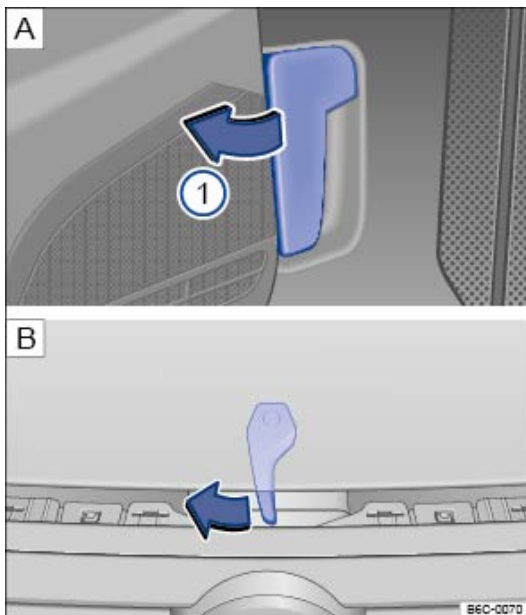

Fig. 182 Au plancher côté conducteur : levier de déverrouillage du capot-moteur. Au-dessus de la grille de calandre : levier de commande du capot-moteur
- Ouvrez la porte du conducteur et tirez le levier de déverrouillage dans le sens de la flèche ⇒ Fig. 182  ①. Le capot-moteur est éjecté du dispositif de verrouillage du porte-serrure sous l'action d'un ressort ⇒ .
- Soulevez légèrement le capot-moteur tout en poussant le levier de commande dans le sens de la flèche ⇒ Fig. 182  pour ouvrir complètement le capot-moteur.